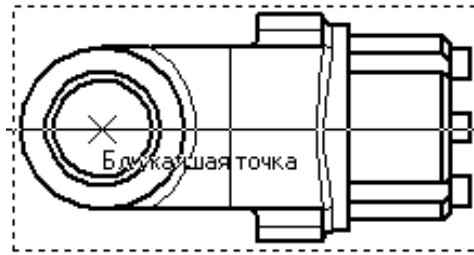

Рисунок 18.
- На виде Сверху укажите положение секущей плоскости местного разреза (рис. 18).